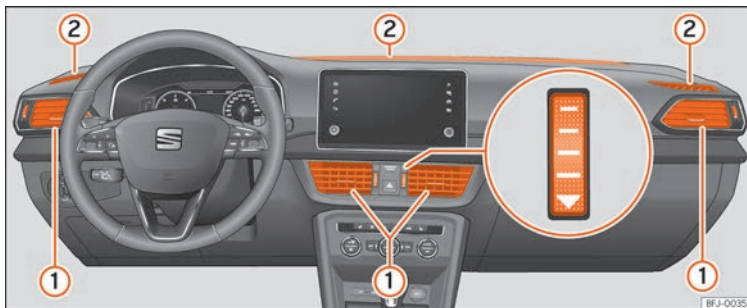

Abb. 187 Auf der Schalttafel: Luftzerstäuber.
Damit eine ausreichende Heizleistung, Kühlung und Luftzufuhr im Fahrzeuginnenraum erreicht wird, sollten die Luftaustrittsdüsen **»» Abb. 187 ①** geöffnet bleiben.